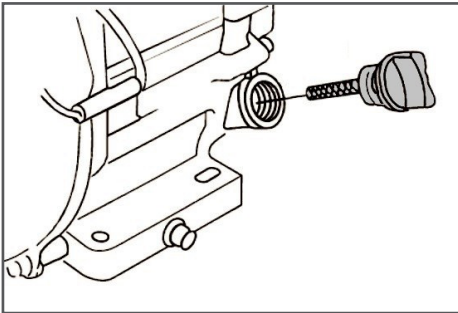

Рис. 7 Крышка-щуп маслозаливной горловины
3. Открутите крышку-щуп маслозаливной горловины и извлеките щуп (Рис. 7).
3. Выкрутите крышку-щуп маслосаливной горловины и извлеките щуп (Рис. 7).